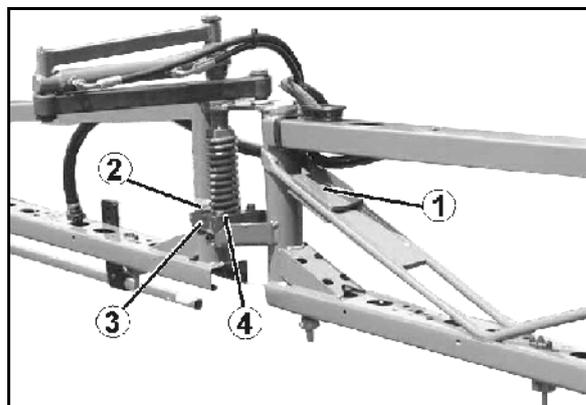

Рис. 138
Если это не выполнено, то при **разблокированном** компенсаторе колебаний выровняйте разложенные штанги опрыскивателя при помощи противовесов (Рис. 138/1). Закрепите противовесы соответствующим образом на консоли.
1. Ослабьте винт (Рис. 138/2) крепежной планки (Рис. 138/3). Выравнивание происходит на пластмассовой пластине (Рис. 138/4) при помощи продольного отверстия в крепежной планке.
3. Затяните винт (Рис. 138/2).